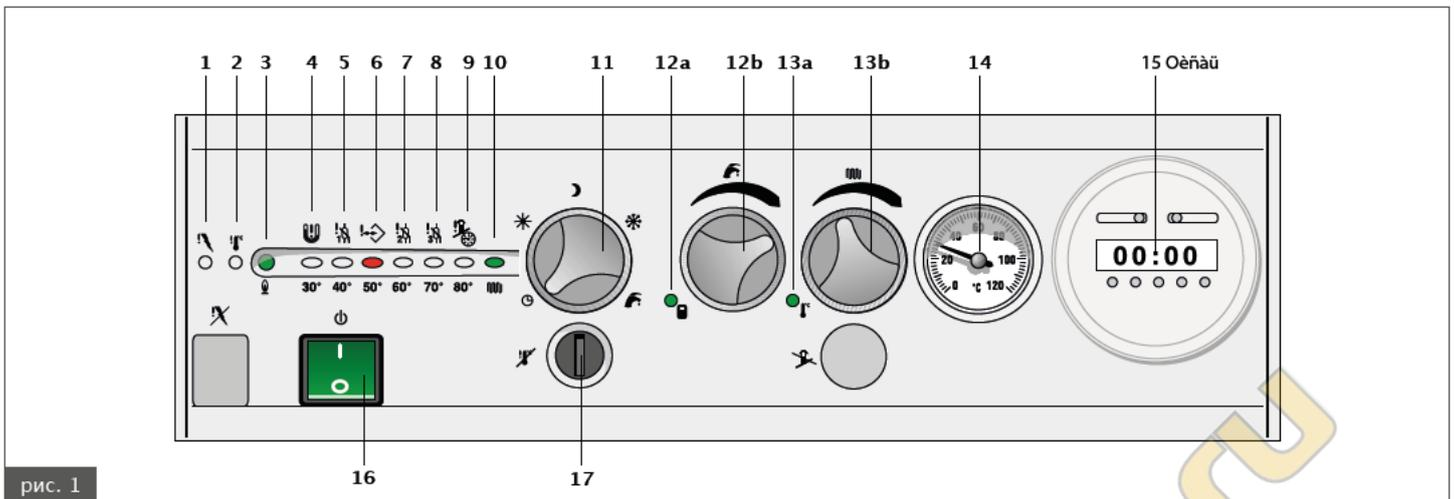

рис. 1
- Установить общий выключатель с подсветкой **16** (рис. 1) в положение **I** (лампочка выключателя загорается).
- Когда отопительной системе необходима горячая вода, загорается индикатор **10** (рис. 1);
Котел регулирует температуру теплоносителя, подаваемого в контур отопления в диапазоне от 50 °С до 90 °С, в зависимости от заданного потребителем с помощью регулятора 13b значения (рис. 1). Функция отопления активируется когда канал 1 программатора (при наличии такового) находится в положении ON и в то же время контакт возможного комнатного термостата (опция) закрывается; такая активность заканчивается когда один из двух контактов открывается или есть запрос со стороны контура ГВС(*). Кроме того, если внешний датчик установлен, потребитель, посредством регулятора 13b, задает фиктивную комнатную температуру (см. раздел 1.2.2.3. "ПОГОДОЗАВИСИМОЕ РЕГУЛИРОВАНИЕ").